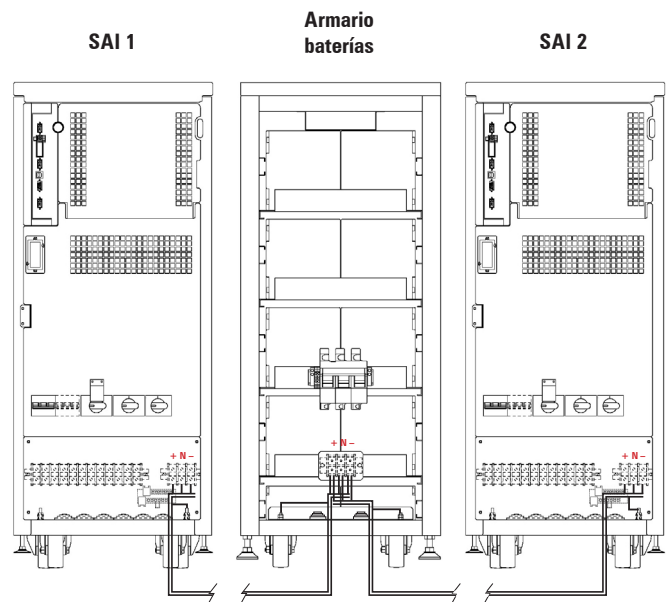

Fig. 35. Ejemplo de conexión de dos SAI en paralelo con un grupo de baterías común.
La conexión de cada SAI con el armario de baterías se realizará mediante la manguera de cables que se suministra, conectando un extremo a los bornes (X11), (X23), (X12) y (X10) del SAI y el otro a los bornes (X47), (X49), (X48) y (X10) del módulo de baterías, respetando la polaridad indicada en el etiquetado de cada elemento y en este manual, así como el color de los cables (rojo para positivo, negro para negativo, azul para la toma media (N) y verde-amarillo para toma de tierra), ver Fig. 35.